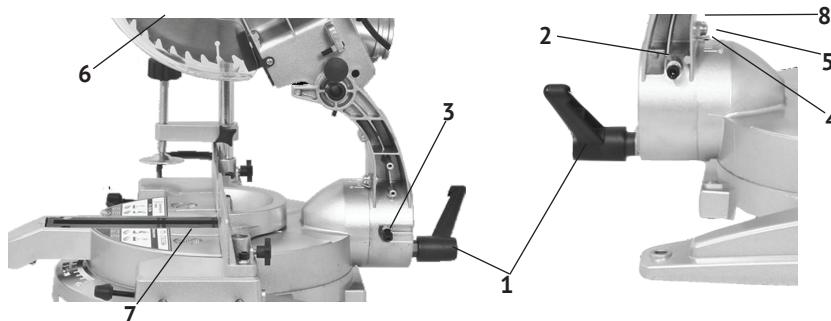

рис.3
- для установки угла наклона необходимо: ослабить стопорный винт (рис.3 поз.1), установить необходимый угол распила по шкале (рис.3 поз.4), поворачивая режущий блок за рукоятку пилы, и надёжно зафиксировать стопорный винт.
- установить рабочий стол (рис.3 поз.7) в нулевое положение;
- ослабить контргайку винта (рис.3 поз.2);
- установить транспортир (электронный угломер), измеряющий угол между плоскостью рабочего стола (рис.3 поз.7) и пильного диска (рис.3 поз.6);
- шестигранным ключом из комплекта поставки поворачивать винт (рис.3 поз.2) до точной установки угла 90° между диском и рабочим столом;
После установки точного положения угла, проверить положение стрелки-указателя (рис.3 поз.5) на шкале (рис.3 поз.4). При несовпадении
с нулевым положением, ослабив винт крепления стрелки (рис.3 поз.8), откорректировать её положение и зафиксировать винтом.
- ослабить контргайку винта (рис.3 поз.3);
- шестигранным ключом из комплекта поставки поворачивать винт (рис.3 поз.3) до точной установки угла 45° (влево) между диском и рабочим столом;